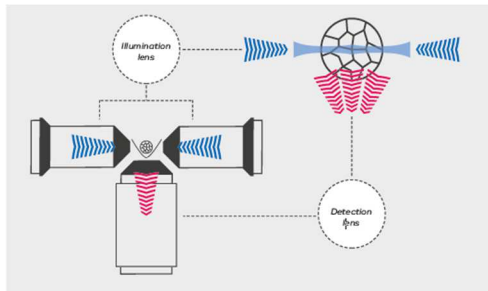

図.2 TruLive3D Imagerの光学配置
ボリュームを作成する場合、従来は共焦点レーザー顕微鏡を利用して光学切片をZスキャンしながら撮影する必要がありました。これは①で見てきたように、退色の問題があり、またポイントスキャンのため、ハイボリュームでは非常に時間が掛かります。しかし、図.2にあるようにライトシート顕微鏡は、励起用対物レンズにて必要な焦点面のみを限定的に励起し、光学切片を作ります。ライトシート顕微鏡は、励起と検出のそれぞれに必要な特性の対物レンズを配置することが出来るため、より広い視野で限定された光学切片のみをsCMOSカメラで高速に撮影が可能で、より鮮明かつ正確にイメージングすることが可能になります。